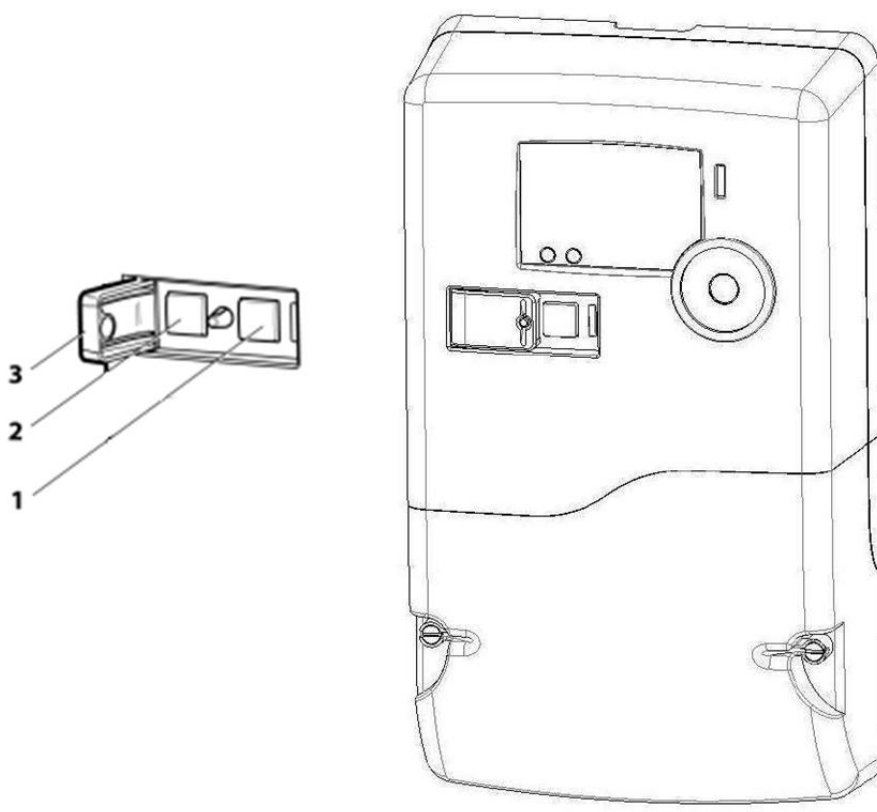

Рисунок 1.3 Органы управления
1.4.10.1 Для ручного доступа к функциям счетчика на его лицевой панели предусмотрены две кнопки (Рисунок 1.3).